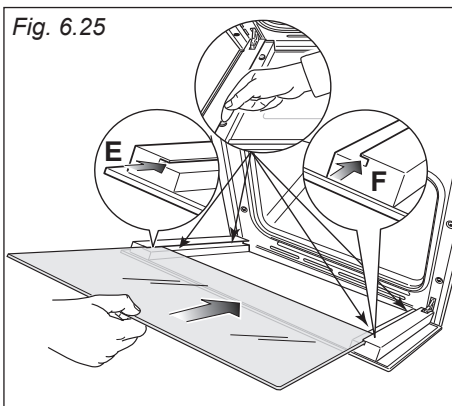
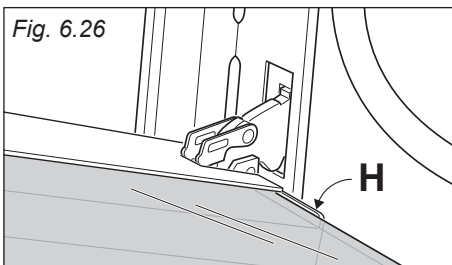

Fig. 6.25
Fig. 6.26
IMPORTANTE: È consigliabile, durante la rimozione del vetro, tenere premuti in posizione i 4 distanziatori "D", mediante un dito, al fine di evitare la rottura o lo sfilamento dei distanziatori stessi (fig. 6.25).
- **IMPORTANTE:** È consigliabile, durante l'inserimento del vetro, tenere premuti in posizione i 4 distanziatori "D", mediante un dito, al fine di evitare la rottura o lo sfilamento dei distanziatori stessi (fig. 6.25).
- Inserire il vetro nelle guide "E" ed "F" (fig. 6.25) e farlo scorrere dolcemente fino ai fermi "H" (fig. 6.26).